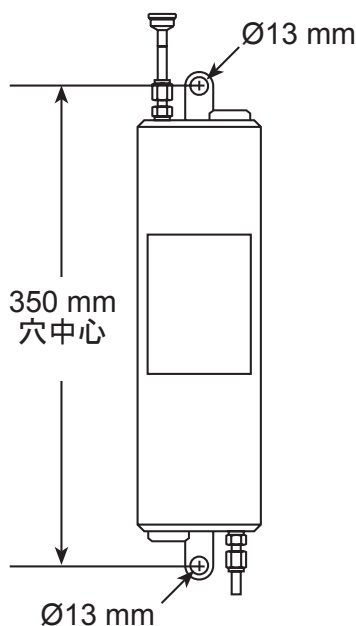

図2.
- ・ 穴の開いている上部および下部の取り付けブラケットを使って、サンプル・クーラーは垂直に設置してください（図2参照）。